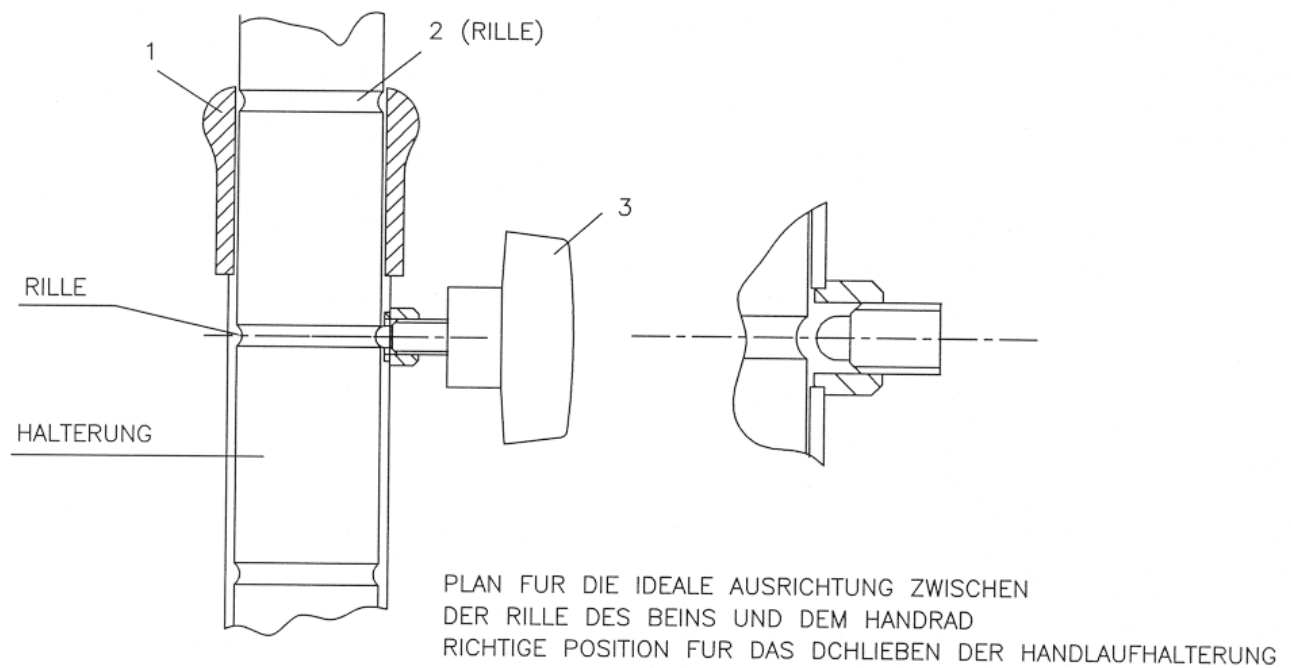

ABBILDUNG 7
*N.B.: Die Feststellhebel haben verkürzte Enden, um sich dem Formprofil der Drehhalterung anzupassen (wie in Abb. 7).*